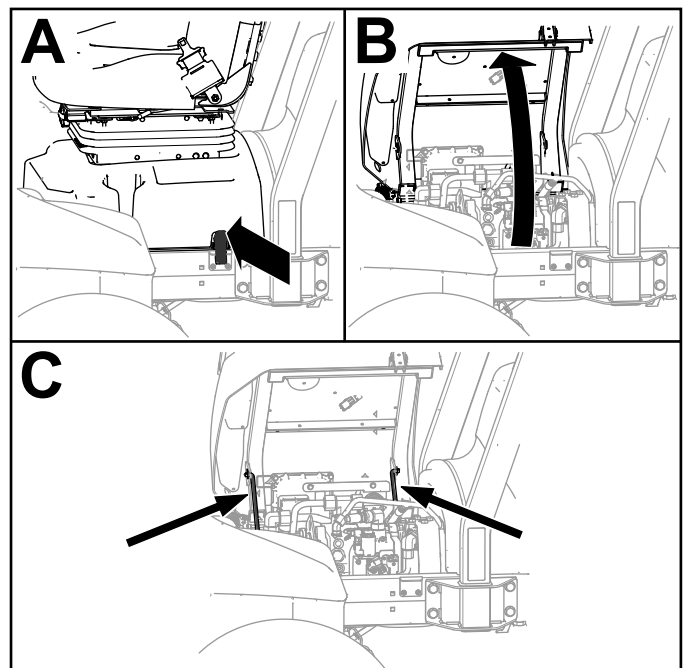

Figure 69
1. Déverrouillez le socle du siège (A de Figure 69).
2. Basculez le siège et son socle sur le côté (B de Figure 69).
3. Soutenez-les dans cette position avec les béquilles (C de Figure 69).